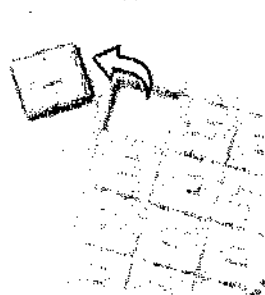

Рис. 1
- 1 - Выньте мягкий прикусной вкладыш из матрицы (рис. 1)